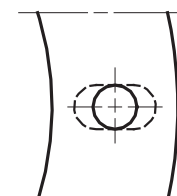

Fig. 4
- Si fuera necesario, ensanchar los orificios de la protección aislante (4), (ver Fig. 4).